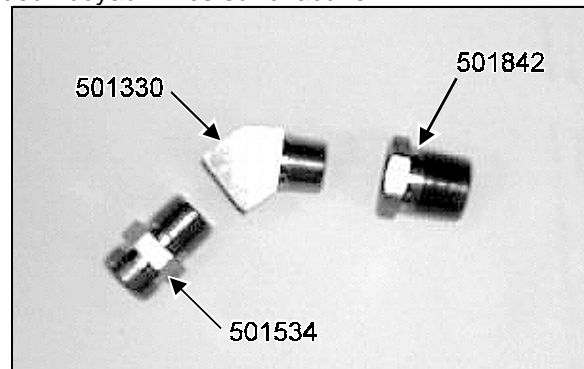

FIGURE 2: ASSEMBLAGE DE RACCORD
5. Effectuer le montage des deux assemblages de raccord en utilisant les pièces #501534, 501330 & 501842 selon figure 2 à l'aide d'un scellant de type Loctite PST (Prevost #680098). Serrer à la main à l'aide d'une clé appropriée.